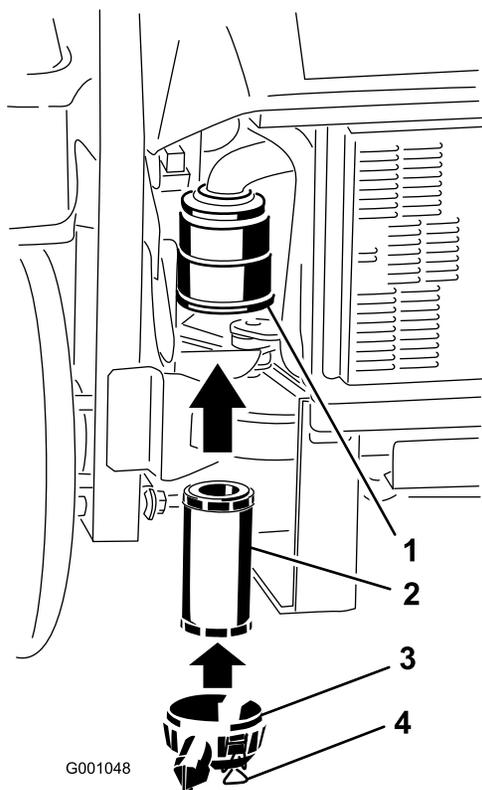

Figura 41
2. Cuidadosamente, faça deslizar o filtro para o corpo do filtro (Figura 41). Assegure-se de que está bem colocado, empurrando o anel exterior ao instalar.
3. Volte a montar a cobertura do filtro e fixe os trincos (Figura 41).